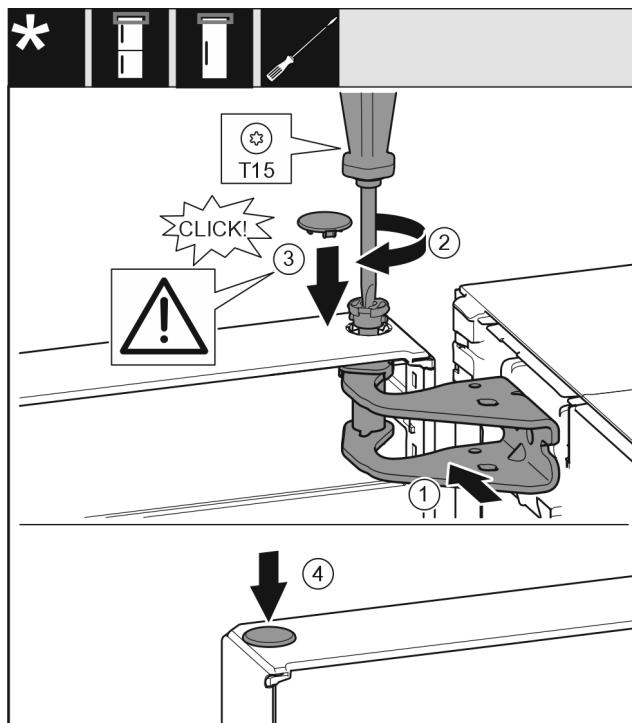

Fig. 23
- ▶ 将门的上方对准托架中的开口。Fig. 23 (1)
- ▶ 放入螺栓并用 T15 螺丝刀拧紧。Fig. 23 (2)
- ▶ 安装冰箱门安全装置的安全盖：放入安全盖并检查其是否紧贴在门上。否则，需将螺栓完全插入。Fig. 23 (3)
- ▶ 放上堵头。Fig. 23 (4)